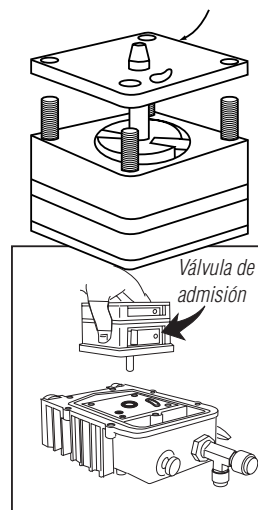

Figura 30
Paso 1: mantenga la trampa plana sobre el banco. **Quite las tuercas de sujeción del cartucho, manteniendo todas las partes alineadas. (Las cuatro tuercas se pueden eliminar).** El cartucho se sostiene con el eje hacia abajo y las válvulas vibratorias en dirección hacia el racor de admisión. Centre el eje con la abertura del sello (**figura 30**). Alinee con los orificios roscados y colóquelo en su lugar. Ajuste manualmente cuatro pernos. Ajuste de manera cruzada con una llave Allen de 7/16".